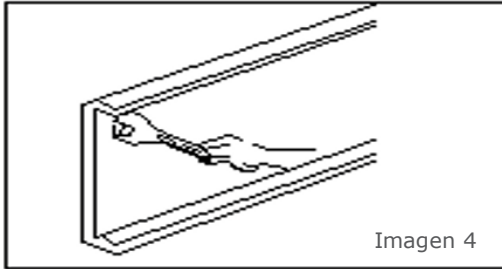

Imagen 4
- (3) Con la junta, apriete la tuerca en la parte inferior y, a continuación, instale la máquina completa (imagen 4)